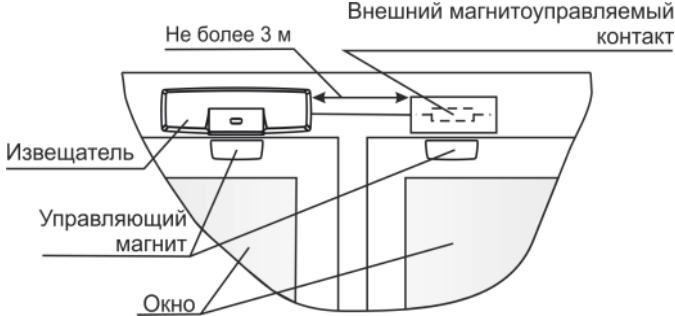

Рисунок 4
8.1.3 Вариант размещения извещателя на окне (рисунок 4)
г) Для контроля встроенного и внешних магнитоуправляемых контактов (рисунок 4) установить перемычку на вилку Ext.